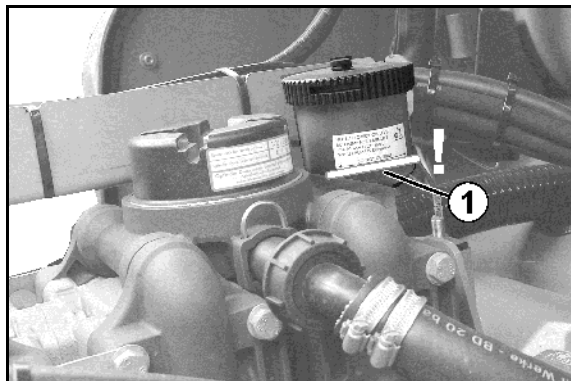

Fig. 197
2. Blæs fordamper (Fig. 197/2) og varmvandsradiator (Fig. 197/3) af med trykluft (maksimal 5 bar).
3. Udskift beskadigede pakninger (Fig. 197/1) under afdækningen.